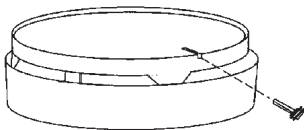

Figure 6 Bourreur Résistant Cheville de Verrouillage
- 10.7 Pour éviter que le détecteur de monoxyde de carbone soit manipulé par quiconque une fois son installation terminée, une goupille de verrouillage est fournie dans le sac avec les vis et les fixations. La mise en place de cette goupille empêchera les enfants ou d'autres personnes de retirer le détecteur de la plaque de montage. Pour mettre en place la goupille, insérez-la dans le trou sur le côté du détecteur après l'installation du détecteur sur la plaque de montage (voir fig. 6). Remarquez qu'il vous faudra retirer la goupille anti-démontage pour pouvoir changer la pile, cela peut se faire facilement au moyen d'une pince à bec long. Au moyen d'une pince à bec long, retirez la goupille du trou; il est alors possible de
SI LA GOUPILLE ANTI-DÉMONTAGE EST EN PLACE, REPORTEZ-VOUS À La section 10.7 DES DIRECTIVES D'INSTALLATION POUR LA RETIRER. (voir Figure 6)